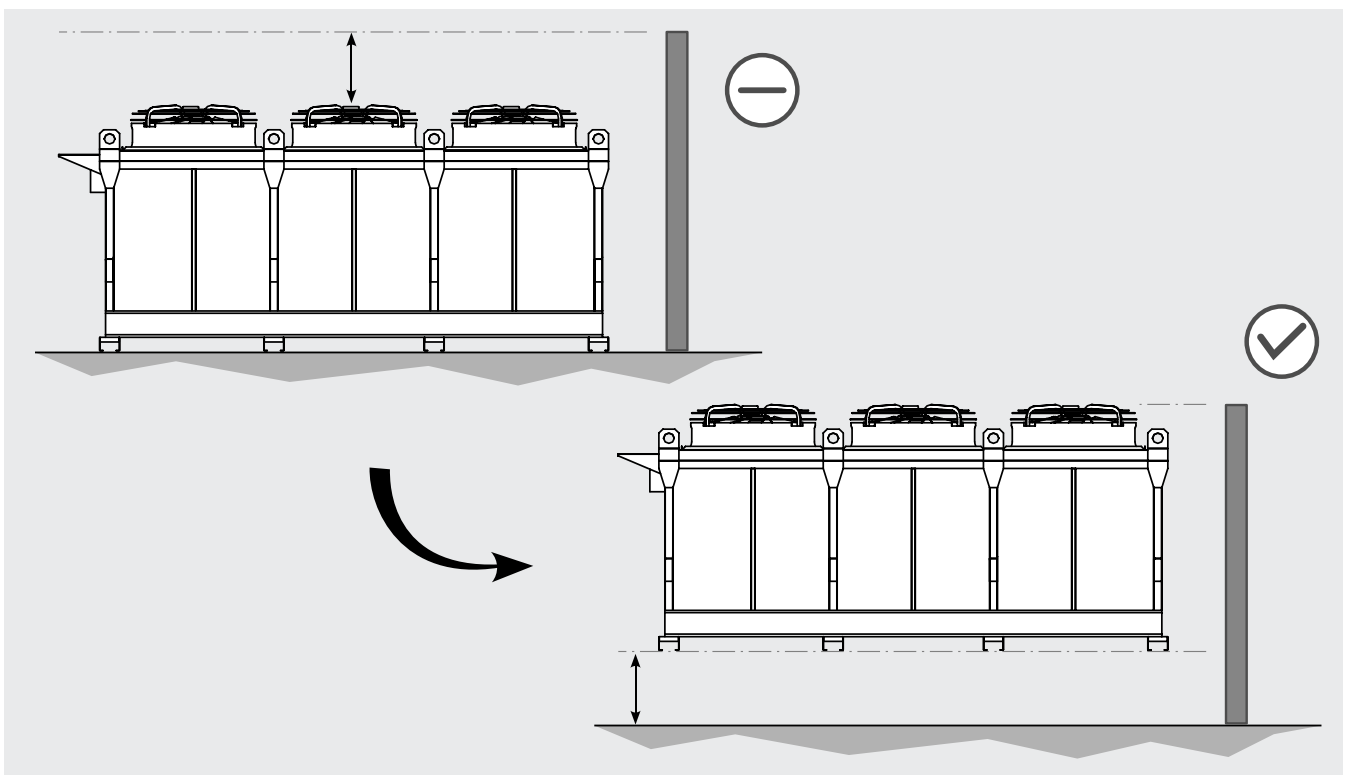

Figura 7
- 4.8 Nel caso di installazione in prossimità di un ostacolo (muro, siepe, parete frangivento etc.), qualora possibile, sopraelevare il modello in modo tale che l'uscita dei ventilatori sia più alta o quantomeno allo stesso livello del bordo superiore dell'ostacolo. Si veda la Figura 7.